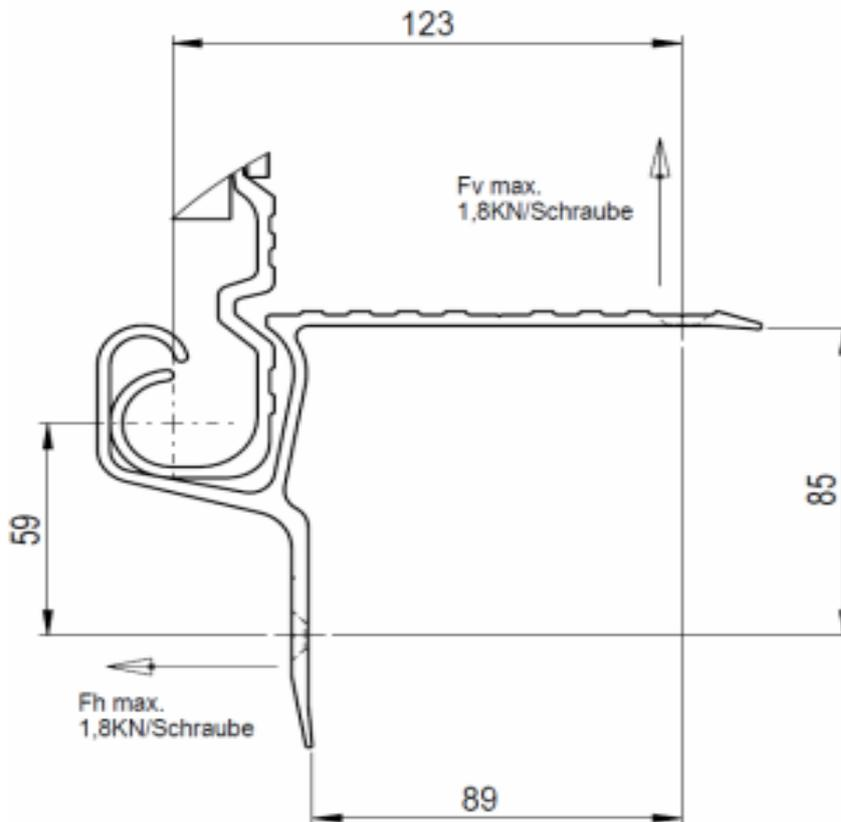

Abbildung 6: Auszugsmomente Schrauben
- Die Senkkopfschrauben müssen Auszugskräfte von min. 1,8kN je Schraube/Dübel-Verbindung aufnehmen können. Abbildung 6
- Die beiden Schrauben müssen Auszugskräfte von min. 6,5kN je Schraube/Dübel-Verbindung aufnehmen können. Abbildung 6